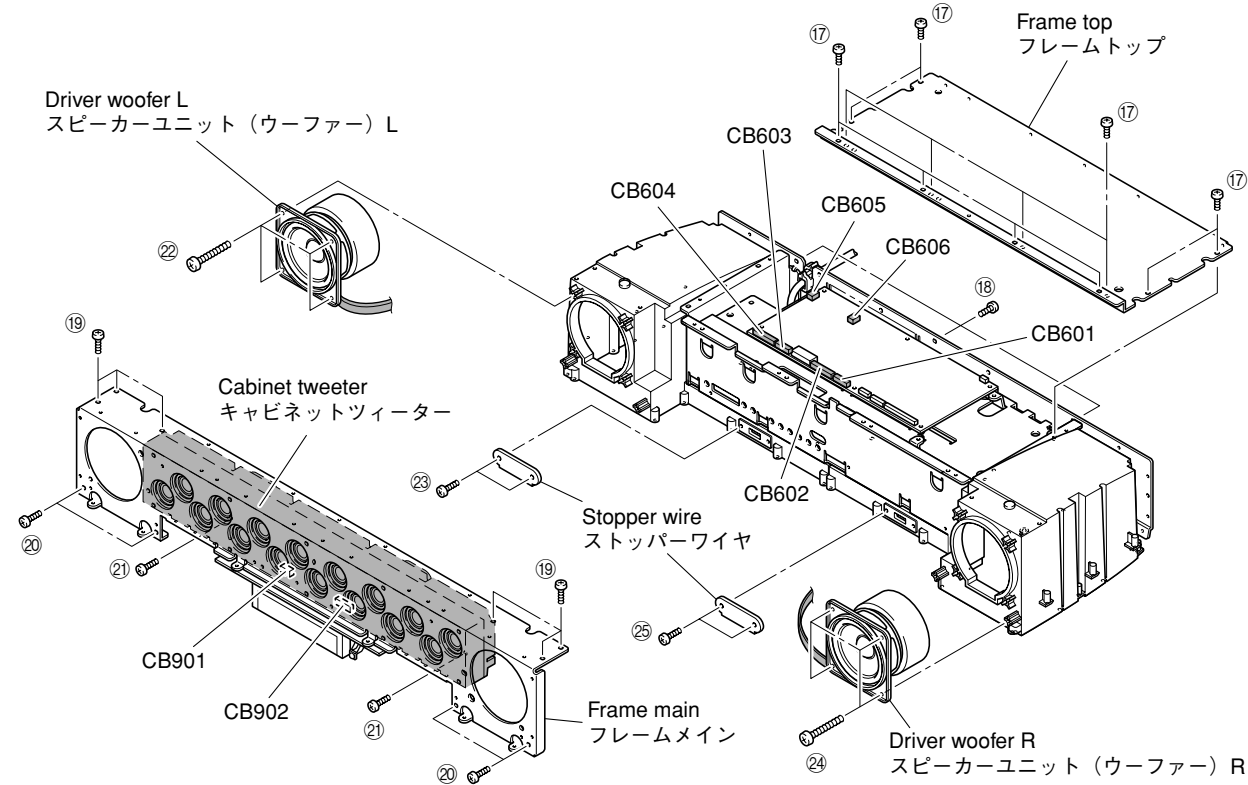

Fig. 12
- a. Remove 12 screws (17) and 3 screws (18). (Fig. 12)
- b. Remove the frame top. (Fig. 12)
- c. Remove 6 screws (19), 4 screws (20) and 2 screws (21). (Fig. 12)
- d. Remove CB601-604 and CB901-902. (Fig. 12)
- e. Remove the frame main together with cabinet tweeter. (Fig. 12)
- a. 17のネジ12本、18のネジ3本を外します。(Fig. 12)
- b. フレームトップを取り外します。(Fig. 12)
- c. 19のネジ6本、20のネジ4本、21のネジ2本を外します。(Fig. 12)
- d. CB601-604、CB901-902を外します。(Fig. 12)
- e. フレームメインをキャビネットツイーターと一緒に取り外します。(Fig. 12)
- a. Remove 4 screws (22). (Fig. 12)
- b. Remove CB605. (Fig. 12)
- c. Remove 2 screws (23) and then remove the stopper wire. (Fig. 12)
- d. Remove the driver woofer L. (Fig. 12)
- e. Remove 4 screws (24). (Fig. 12)
- f. Remove CB606. (Fig. 12)
- g. Remove 2 screws (25) and then remove the stopper wire. (Fig. 12)
- h. Remove the driver woofer R. (Fig. 12)
- a. 22のネジ4本を外します。(Fig. 12)
- b. CB605を外します。(Fig. 12)
- c. 23のネジ2本を外し、ストッパーワイヤを外します。(Fig. 12)
- d. スピーカーユニット(ウーファー)Lを取り外します。(Fig. 12)
- e. 24のネジ4本を外します。(Fig. 12)
- f. CB606を外します。(Fig. 12)
- g. 25のネジ2本を外し、ストッパーワイヤを外します。(Fig. 12)
- h. スピーカーユニット(ウーファー)Rを取り外します。(Fig. 12)